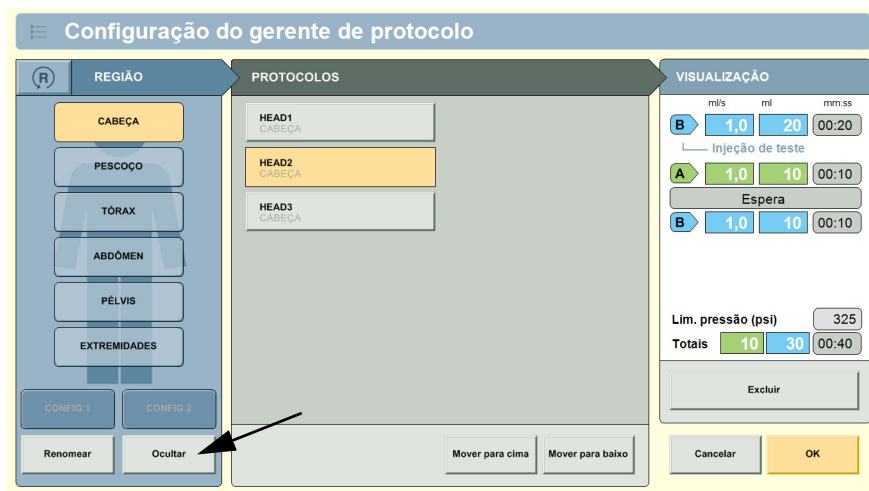

Figura 13 - 8: Ocultar uma área
2. Selecione **OCULTAR** para ocultar uma área e **MOSTRAR** para exibir uma área oculta. Consulte Figura 13 - 8: Ocultar uma área.